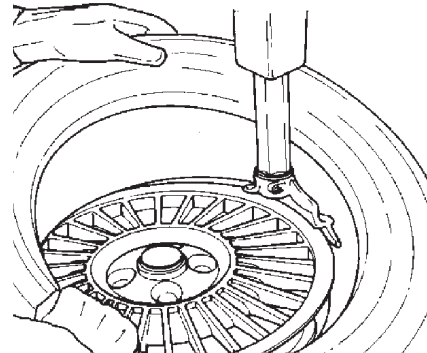

Fig. 4.2-3
B. Bloquee la llanta en el plato autocentrante y hágalo girar hasta que la válvula se encuentre a las 2. Apoye el neumático en la llanta. Oscile la columna hacia adelante y ponga la herramienta en posición de trabajo. (Fig. 4.2-3) Coloque el talón interior en la parte superior del cabezal de montaje y desmontaje y DEBAJO del dedo de montaje del cabezal de montaje y desmontaje (Fig. 4.2-3). Haga girar la rueda a la derecha (pedal derecho abajo) al mismo tiempo que empuja el talón en el canal en posición diametralmente opuesta al cabezal de montaje y desmontaje. Para esta operación se puede utilizar la posición de pedal 14 RPM.